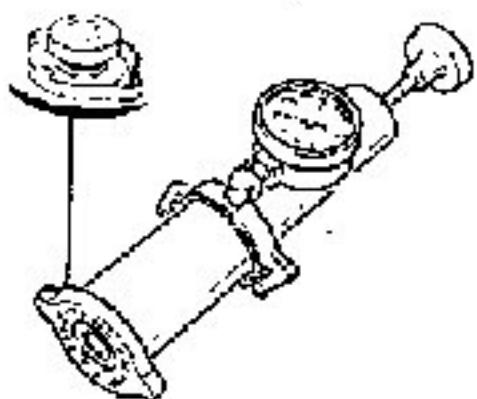

fig. 74
5. Testar a tampa do reservatório de expansão, instalando-a no equipamento de teste, e pressurizando-a; registrar a leitura máxima atingida, comparando-a com a constante em especificações. Repetir o teste para verificar a válvula de depressão (fig. 74)